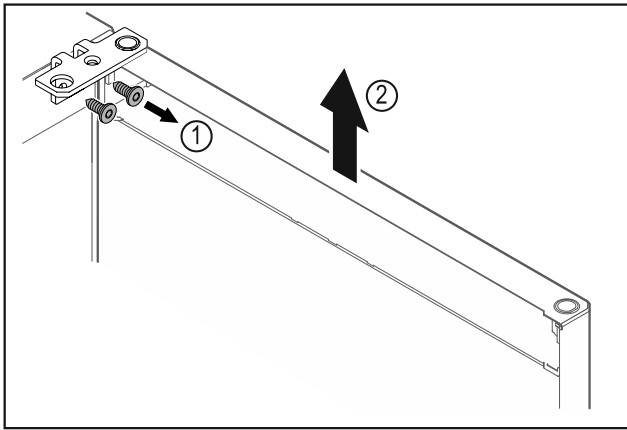

Fig. 9
- ▶ Odkręcić zawias Fig. 9 (1).
- ▶ Drzwi wraz z zawiasem należy podnieść prosto do góry o ok. Fig. 9 (2) circa 200 mm i zdjąć.